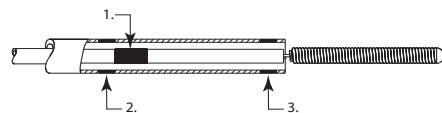

Figura 2
8. Continue avançando a mola destacável Axium™ Prime até o marcador de alinhamento do empurrador do implante ficar apenas distal em relação ao marcador proximal do microcáter (consulte a Figura 2).